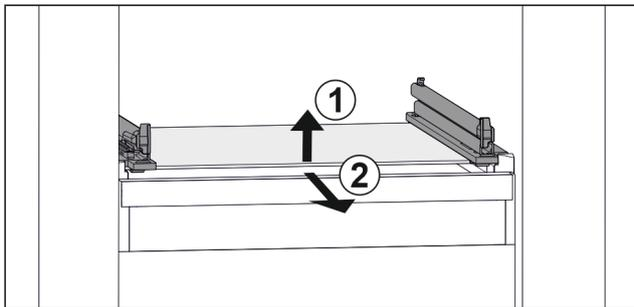

Fig. 109 Primjerni prikaz staklene ploče
- ▶ Staklenu ploču podignite srijeda. Fig. 109 (1)
- ▶ Izvadite staklenu ploču prema naprijed. Fig. 109 (2)